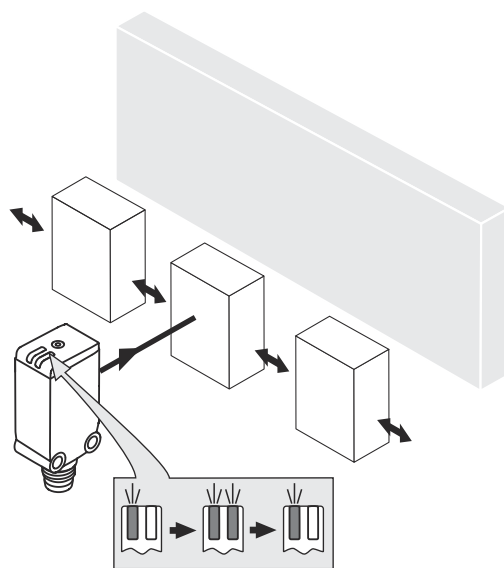

Рисунок 5: Стандартное направление
4. Обратите внимание на предпочтительное направление объекта по отношению к датчику. см. рисунок 5, страница 176.